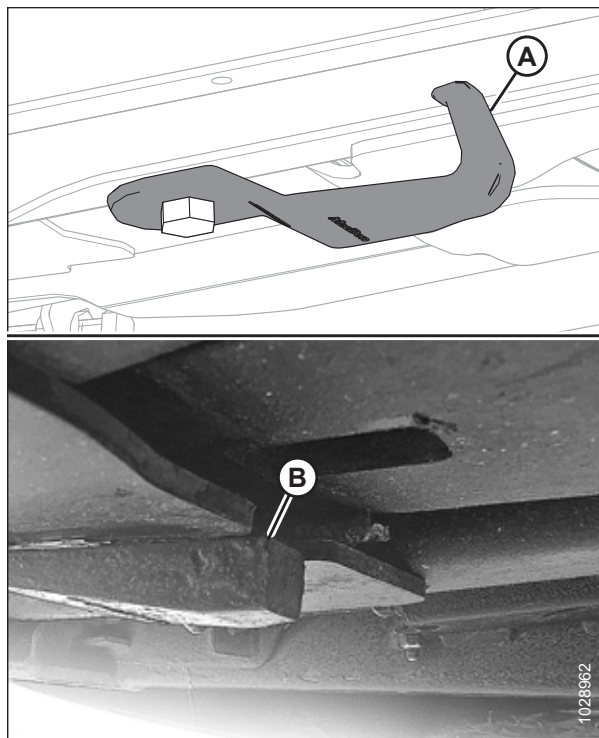

Figura 4.212: Cârligele de decuplare a articulației
Figura 4.212, pagina 416 prezintă un cârlig de decuplare nedeteriorat (A) și un cârlig de decuplare deteriorat (B). Nu este prezentat un cârlig de decuplare întins.